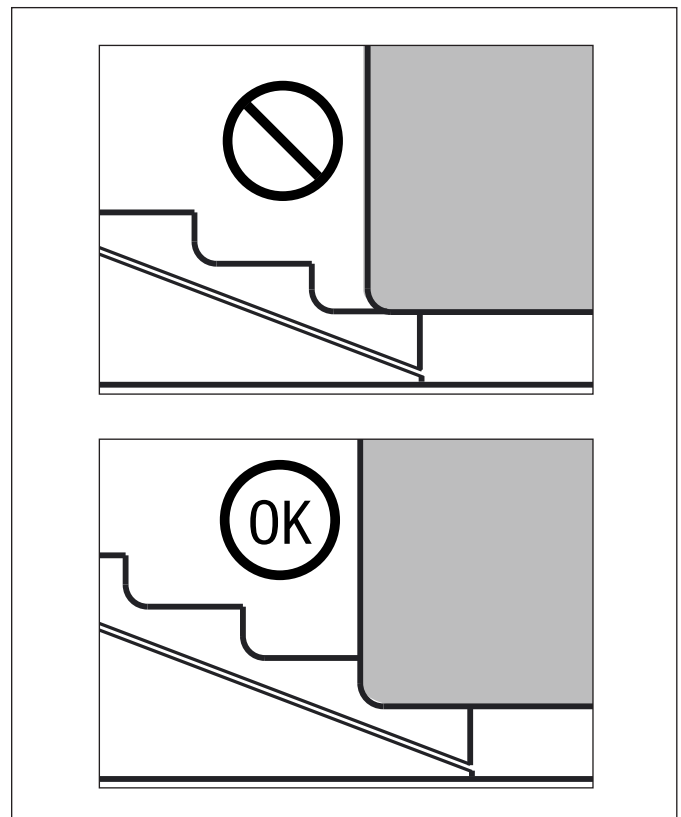

Figure 3 – Insertion de l'écarteur sous la charge
4. Placer l'écarteur sous le centre de l'objet à soulever. La mâchoire de levage comporte plusieurs « marches » ou « étages ». L'étage à utiliser doit être complètement inséré dans l'intervalle d'accès afin que la « contremarche » touche la surface externe de l'objet à soulever. Voir la Figure 3.
5. Placer l'écarteur sous le centre de l'objet à soulever. La mâchoire de levage comporte plusieurs « marches » ou « étages ». L'étage à utiliser doit être complètement inséré dans l'intervalle d'accès afin que la « contremarche » touche la surface externe de l'objet à soulever. Voir la Figure 3.